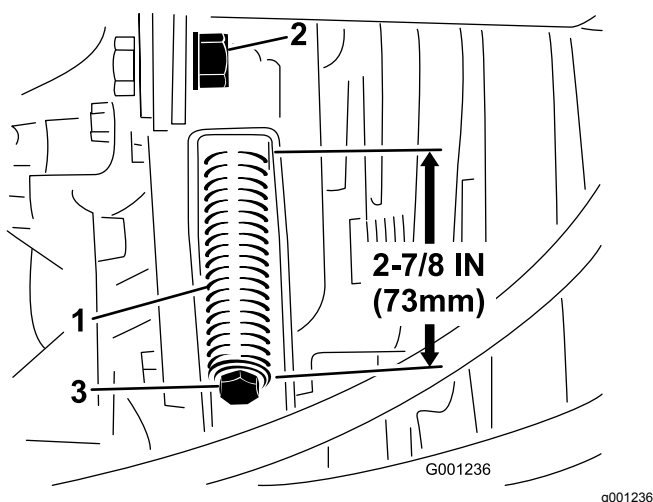

Figura 73
3. Desaperte a porca de retenção da barra de tensão (Figura 73).
4. Utilize uma chave de porcas com uma abertura de ½ pol. para apertar ou desapertar a mola tensora (Figura 73). Ajuste a mola de modo a ficar com um comprimento de 73 mm.
4. Utilizando uma chave de porcas com uma abertura de ½ pol., desaperte até ao fim a mola tensora da correia (Figura 73).
6. Instale a nova correia da tomada de força e ajuste a tensão da mola da polia para 73 mm de comprimento (Figura 73).
7. Aperte a porca de retenção (Figura 73) e feche o capot.